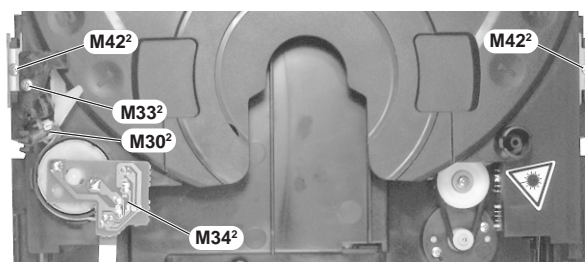

Fig. 10
- Bei Bedarf die Flachbandleitung zur Drehtellermotorplatte **M34²** lösen (Fig. 10).
- 2 Schrauben **M42²** (Fig. 10) herauserschrauben und die Schubladenführungen **M41²** abnehmen.
- If necessary disconnect the ribbon cable to the disc turntable motor **M34²** (Fig. 10).
- Undo 2 screws **M42²** (Fig. 10) and take the tray guides **M41²** off.
- Schraube **M33²** (Fig. 10) herausschrauben und die Abdeckung M32² abnehmen.
- Die Feder **M30²** (Fig. 10) aushängen, den Hebel M27² und die Leiterplatte M28² herausnehmen.
- Undo screw **M33²** (Fig. 10) and take the cover M32² off.
- Detach spring **M30²** (Fig. 10), remove lever M27² and circuit board M28².